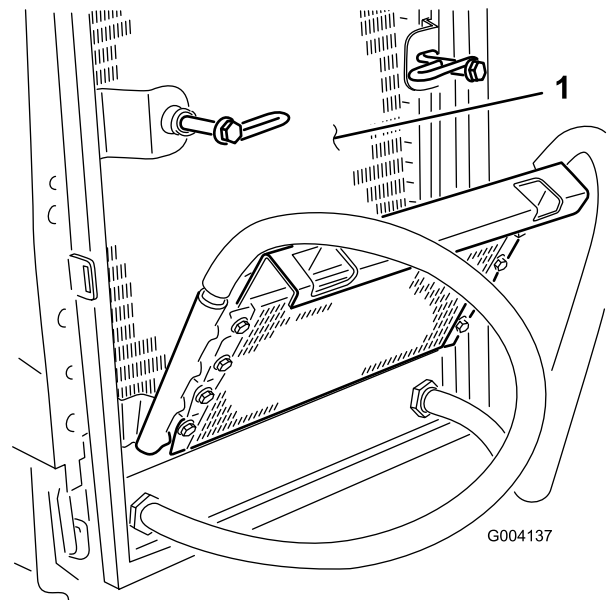

Figure 95
8. Nettoyez soigneusement les deux côtés du refroidisseur d'huile et du radiateur (Figure 95) à l'air comprimé.